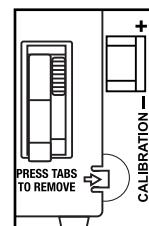

Figura 3 – Calibración
8. Es posible que el atenuador requiera ajuste a baja intensidad para encender lámparas conectadas a ciertos estabilizadores de manera confiable. Para ajustar, DESCONECTE LA ALIMENTACIÓN DEL CIRCUITO y quite la placa de pared. Con un destornillador pequeño aislado de punta plana, ajuste la rueda del potenciómetro que es accesible a través de la ranura (marcada "CALIBRATION") situada sobre la banda (Figura 3). Gire la rueda **hacia abajo para aumentar** la intensidad mínima de la luz y gire la rueda **hacia arriba para disminuir** la intensidad de la luz. Luego, instale la placa de pared, restaure el suministro eléctrico y realice una prueba. Repita lo anterior según sea necesario.